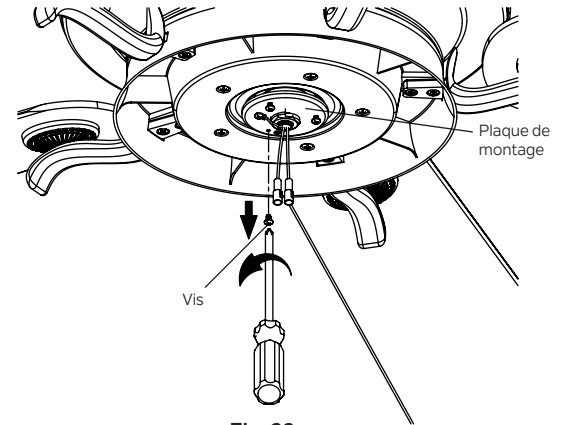

Fig. 22
Étape 1. Retirez la vis marquée d'une étiquette marron à points sur la plaque de montage et conservez-la pour une utilisation ultérieure. Desserrez les deux autres (ne les retirez pas).(Fig.22)